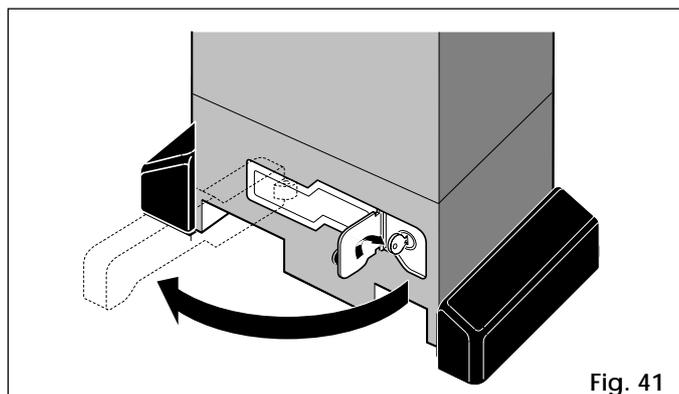

Fig. 41
- 2) Girar la llave hacia la derecha y tirar de la palanca de desbloqueo como se ilustra en la Fig. 41.